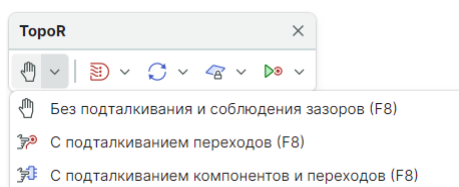

Рис. 408 Опции режима Freestyle
1. Режим Freestyle для ручного перемещения проводников, см. Рис. 408.